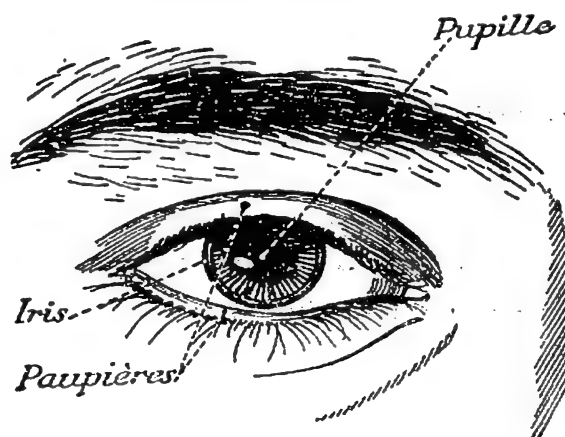

Fig. 2. — Un œil, vu de face.
**1. L'extérieur de l'œil.** — On dit que certaines personnes ont les yeux bleus, d'autres les yeux gris, d'autres encore les yeux marron. Mais l'on n'indique ainsi que la couleur d'un cercle qui se trouve au milieu de l'œil, en avant et dont le véritable nom est l'*iris* (fig. 2).